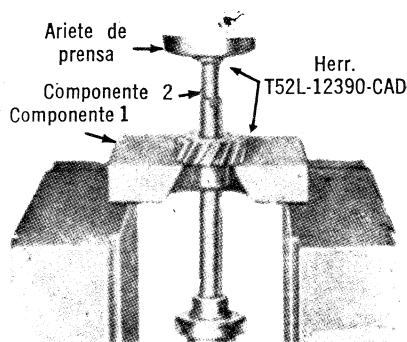

Fig. 6 — Remoción del Engranaje. Típico.
14. Si se van a usar nuevamente el eje y el engrane, márquelos de modo que pueda volver a alinear los agujeros para el pasador, al armar de nuevo. Quite el pasador cilíndrico del engrane (figura 5) y luego quite el engranaje (Fig. 6).